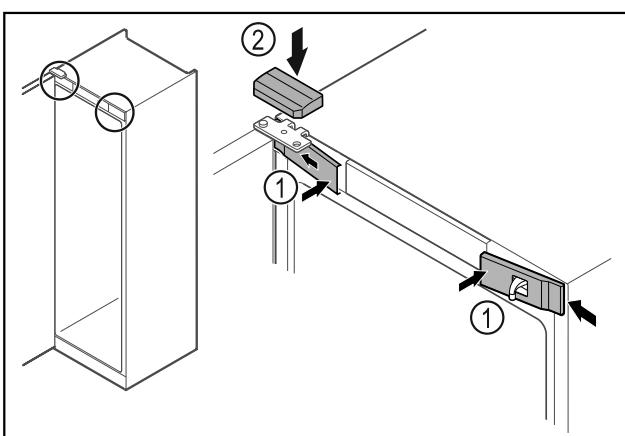

Fig. 52
► Iškabinkite priekines dengiamasias plokštėles Fig. 52 (1) šone ir užfiksukite.
► Užfiksukite viršutinę dengiamąją plokštelię Fig. 52 (2) iš viršaus.